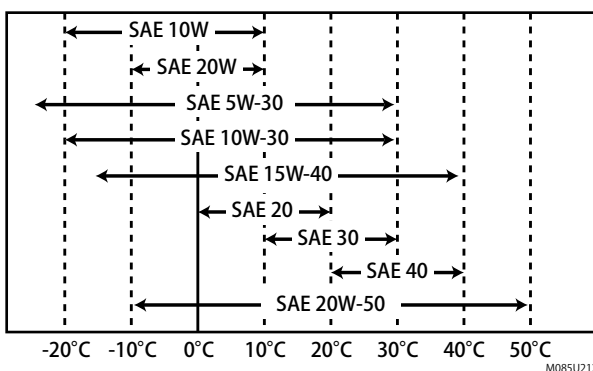

Fig. 7-6 SAE-viscositeitsdiagram
- Selecteer en gebruik motorolie met een viscositeit die overeenkomt met de buitentemperatuur wanneer de motor loopt. Voor meer informatie, zie afb. 7-6, "SAE-viscositeitsdiagram".
Het is noodzakelijk om motorolie te selecteren met een viscositeit die overeenkomt met de buitentemperatuur. Selecteer de olie op basis van afb. 7-6, "SAE-viscositeitsdiagram".